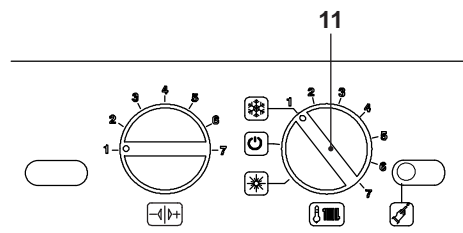

Figura 6.7
- Ruotare il selettore di funzione 11 come in Figura 6.7.